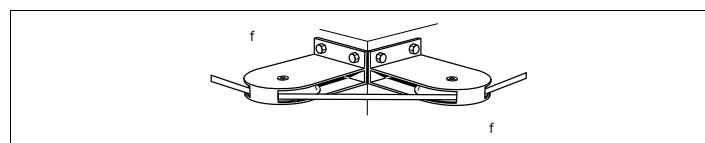

Fig. 4: Flessione intorno agli angoli
- Quando si devia la fune intorno agli angoli, montare 1 carrello f su ciascun lato dell'angolo (Fig. 4).